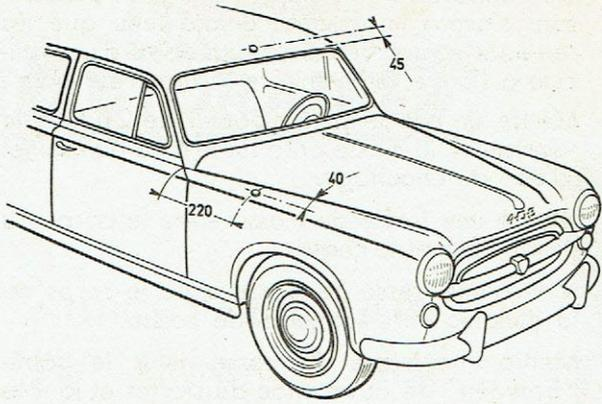

Fig. 1
- Percer au centre du pavillon à la cote portée Fig. 1 un avant trou qui sera alésé à la dimension nécessaire pour l'antenne utilisée. (voir notice particulière de montage).
- Percer dans l'aile avant droite aux cotes indiquées Fig. 1 un avant trou qui sera alésé à la dimension voulue par le type d'antenne utilisé (voir notice particulière de montage).